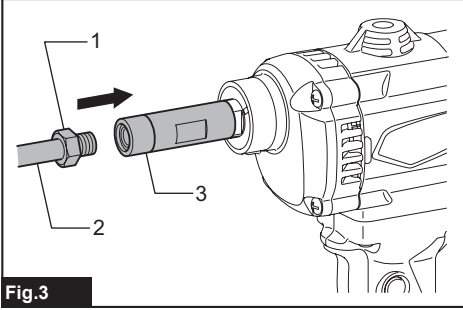

Fig.3
► Fig.3: 1. Hex nut 2. Shaft 3. Shaft holder